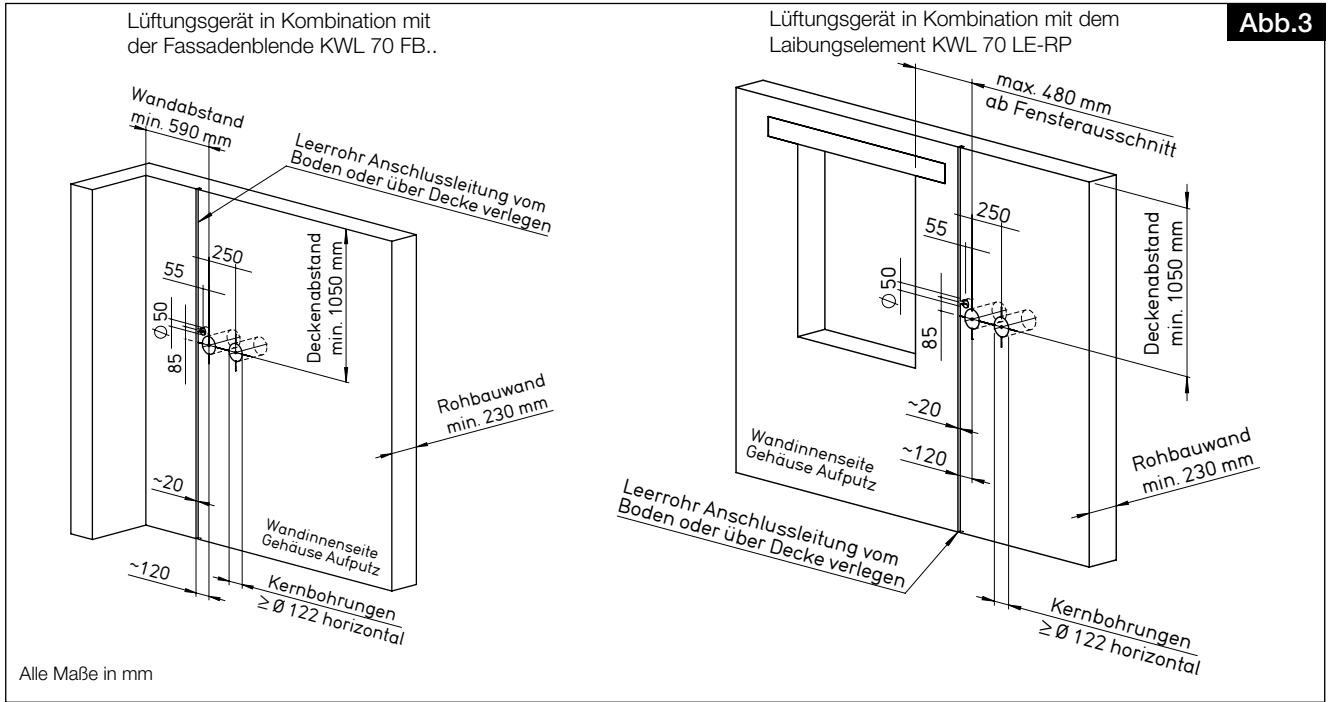
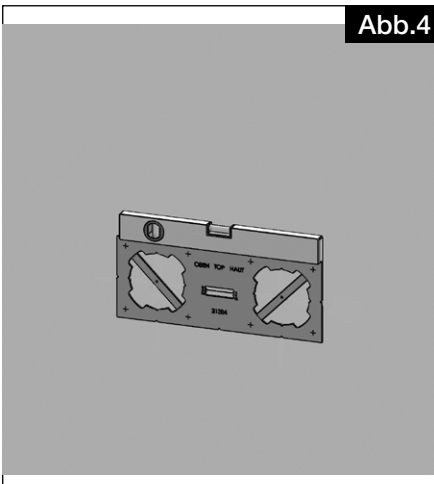

Abb.3
Abb.4
Folgende Mindestabstände zur Wand und Decke sind bei der Positionierung des Lüftungsgeräts bzw. der Kernlochbohrungen für die Wandeinbauhülsen zu beachten (siehe Abb.3).
1. Mit der Montageschablone die Position der Wandeinbauhülsen anzeichnen (siehe Abb.4). Die horizontale Position mit der Wasserwaage kontrollieren, dabei die Einsatzgrenzen beachten (siehe Abb.3).